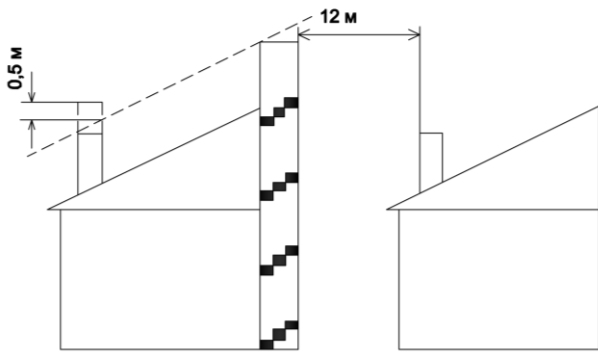

Рис. 23.
- 7.2. Высота оголовка канала должна быть выше зоны ветрового подпора. Наличие зоны ветрового подпора определяется индивидуально для каждого объекта, и в соответствии с рекомендациями, показанными на рис. 23 и 24. Высота от оголовка дымохода до крыши, всегда выше 1 м.